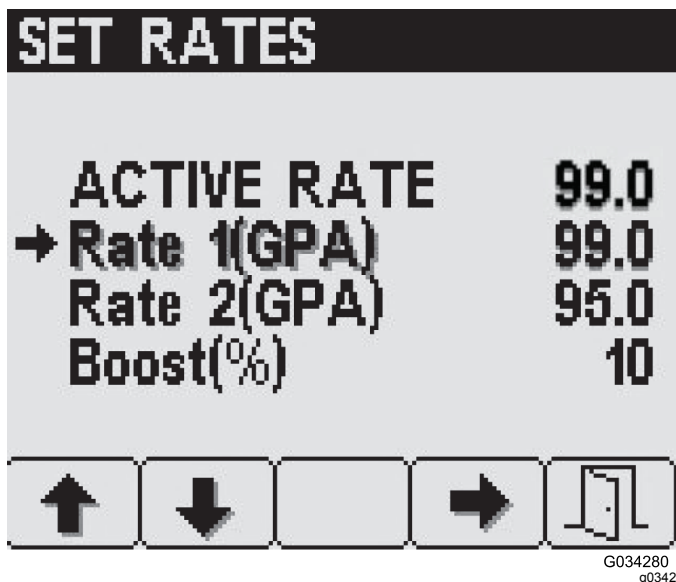

Figura 17
Para acceder a la pantalla de Establecer caudales, pulse el botón 2 en la pantalla de Menú principal (Figura 16) hasta llegar a Establecer caudales, y pulse el botón 4 para seleccionar Establecer caudales (Figura 17).
1. Pulse el botón 1 o 2 hasta alcanzar el caudal deseado o el porcentaje del caudal de aumento deseada (Figura 17).